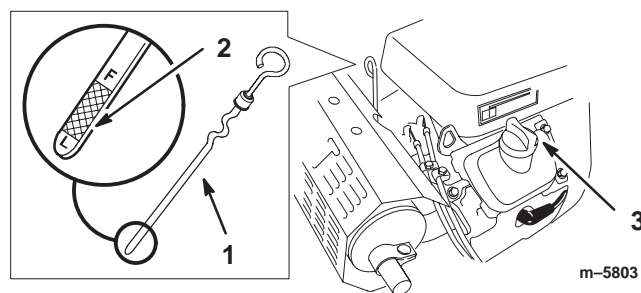

Figure 38
2. Nettoyez la surface autour de la jauge d'huile (Fig. 38) pour éviter que des impuretés ne tombent dans le moteur.
3. Sortez la jauge d'huile et essuyez soigneusement l'extrémité métallique (Fig. 38).
4. Enfoncez la jauge complètement dans le moteur. Sortez de nouveau la jauge et examinez l'extrémité métallique (Fig. 38). Si le niveau est bas, versez lentement une quantité d'huile suffisante dans le goulot de remplissage pour amener le niveau au repère du plein (F).
7. Versez lentement environ 80% de la quantité d'huile spécifiée à la page 33 dans le goulot de remplissage (Fig. 38). Vérifiez le niveau d'huile (voir Contrôle du niveau d'huile moteur, page 33). Faites l'appoint avec précaution pour amener le niveau au repère du plein.